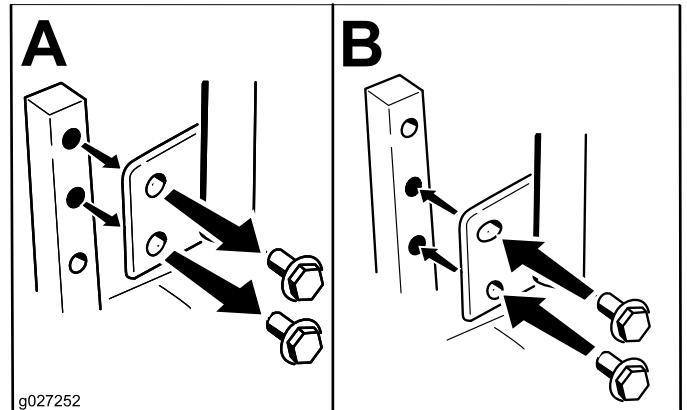

Figura 20
As alavancas de controlo de movimento podem ser ajustadas mais acima ou mais abaixo para máximo conforto do operador (Figura 20).
2. Desaperte o parafuso inferior o suficiente para rodar a alavanca de controlo para a frente ou para trás (Figura 20). Aperte ambos os parafusos para fixar o controlo na nova posição.